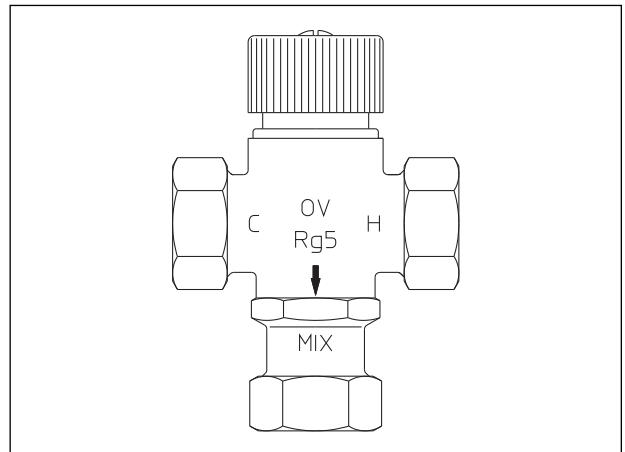

Bild 8: Thermostatischer Brauchwassermischer, OV Art.-Nr. 130 03 51 oder 130 03 52
- Einbau eines thermostatisch geregelten Brauchwassermischers „Brawa-Mix“ (siehe Bild 8), genaue Installationshinweise siehe Bedienungsanleitung „Brawa-Mix“. Hohe Warmwassertemperaturen aus dem Solarspeicher werden mit dem „Brawa-Mix“ auf eine einstellbare Temperatur zwischen 35°C - 50°C einreguliert.